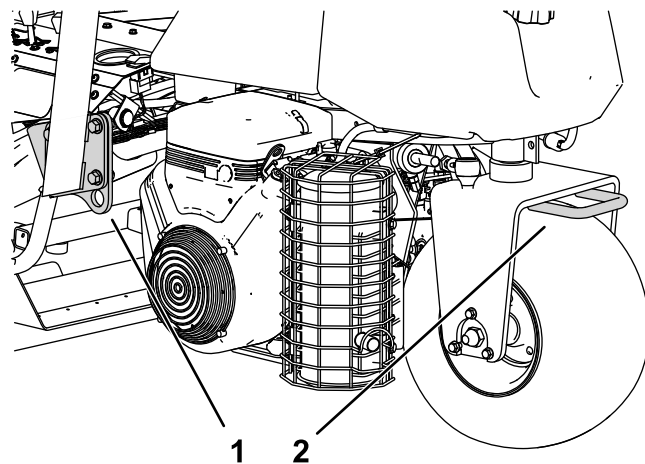

Figura 25
- Legai maina în siguranță folosind curele, lanuri, cabluri sau frânghii. Atât curelele din față, cât și cele din spate trebuie să fie îndreptate în jos și spre exteriorul mainii (Figura 25).